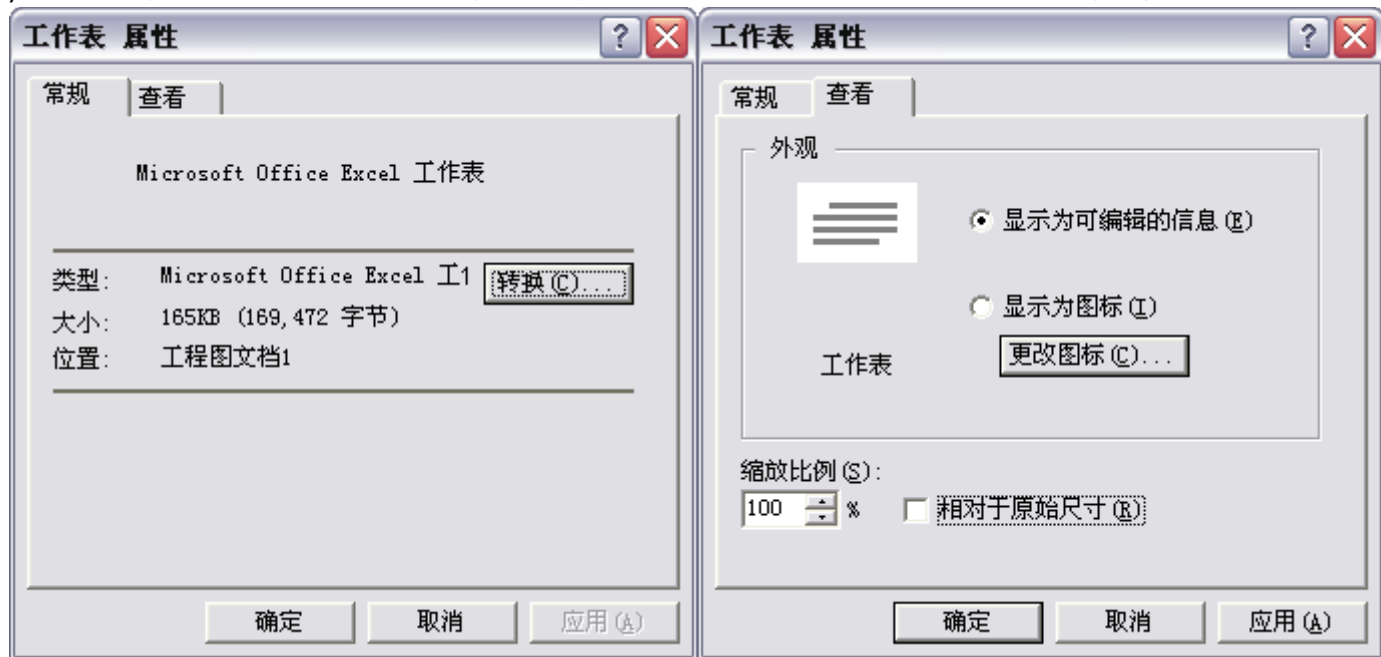

图 2-98 对象属性对话框
- 1) 首先选中对象，比如选择一个 BMP 位图对象，然后在【编辑】主菜单中选择【位图图像 对象】的【属性】选项，弹出如图 2-98 所示的对话框。
- 4) 若用户选择【察看】标签，则对话框发生改变，如图 2-98 所示。